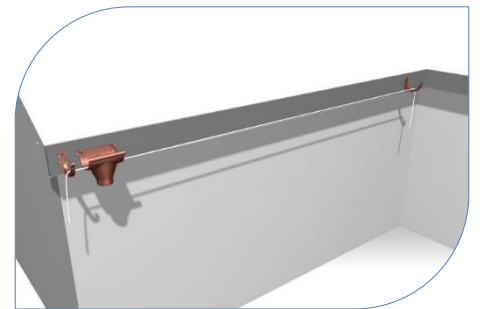

Рис. 9
3.3 Між крайніми кронштейнами розтягніть мотузку - її нахил в напрямку стоку повинен становити близько 30 мм / 10м (рис. 9,10)